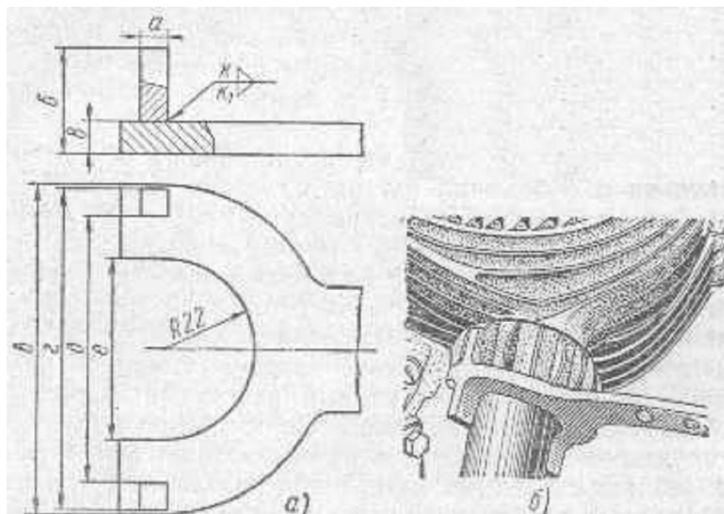

Рис. 12. Ключ для гаек крепления выпускной трубы к цилиндру:
Гайки крепления трубы к цилиндру отвертывают ключом из комплекта инструмента, прилагаемого к мотоциклу. Такой ключ можно сделать согласно рис. 12.
4. При помощи ключа для гаек выпускных труб, который находится в комплекте инструмента, прилагаемого к мотоциклу, отвертывают гайки. Более удобным является ключ, показанный на рис. 12. Этим ключом можно отвернуть гайки, даже если их оребрение частично поломано.